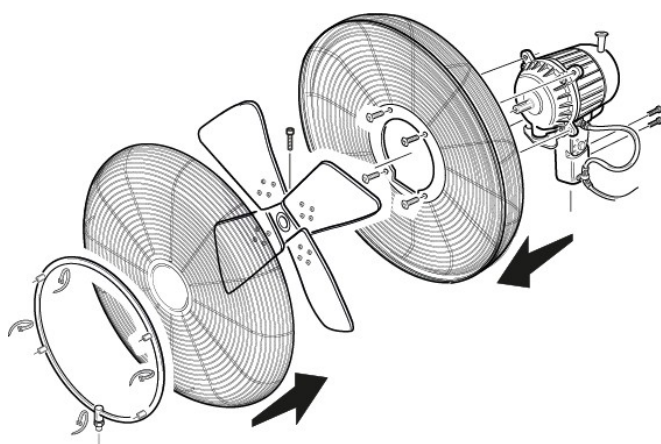

Рис. 4
- 3- При сборке вентилятора см. Рис. 4: закрепите заднюю часть кожуха вентилятора с помощью 4 винтов из комплекта поставки, затем прикрепите вентилятор к валу электродвигателя и затяните стопорный винт с помощью прилагаемого ключа. Прикрепите переднюю часть кожуха вентилятора и установите крепежное кольцо с помощью отвертки (не входит в комплект поставки). Закрепите держатели форсунок на передней части кожуха вентилятора с помощью пластиковых хомутов.